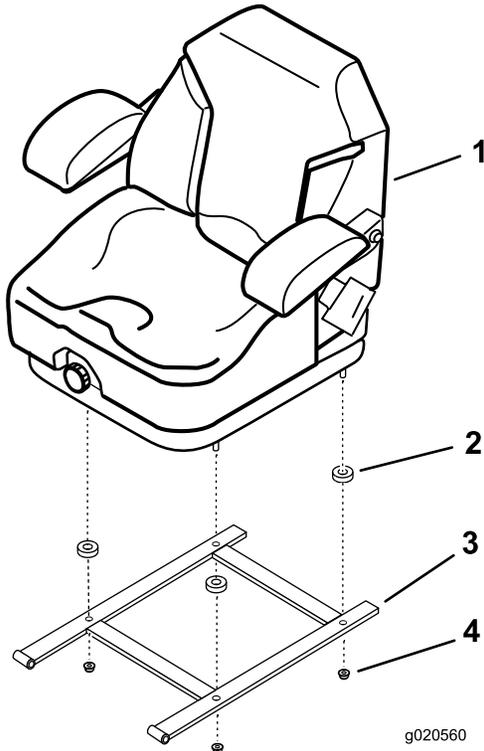

Figura 11
2. Instale un espaciador en cada uno de los espárragos del asiento (Figura 11).
3. Instale el asiento en el bastidor del asiento con 4 tuercas con arandela prensada (5/16 pulgada) (Figura 11).